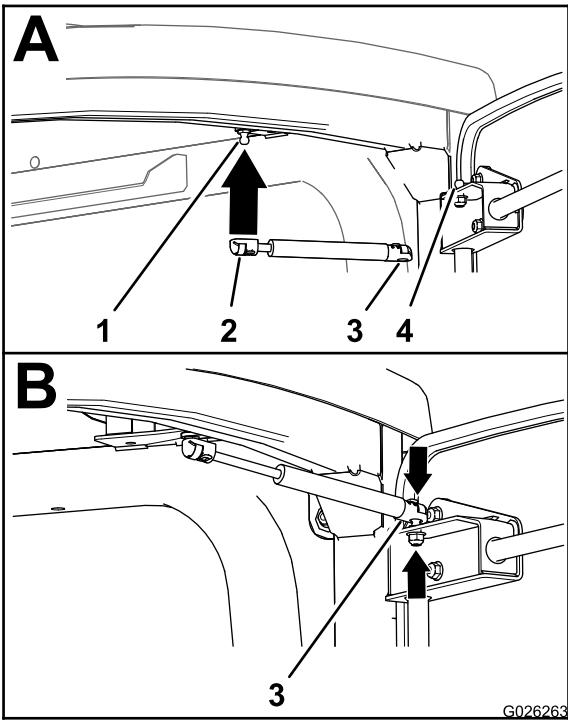

Figura 3
- Monte el acoplamiento de la varilla del amortiguador sobre el espárrago con bola del bastidor de la cabina (Figura 3).
5. Conecte el acoplamiento del cilindro del amortiguador al espárrago con bola del bastidor de la puerta (Figura 3).